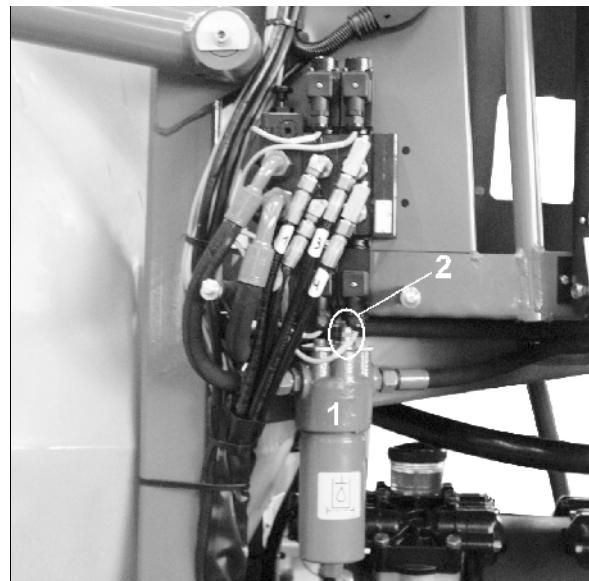

Рис. 23
Масляный фильтр (Рис. 23/1) при помощи своего индикатора загрязнения (Рис. 23/2) контролирует уровень загрязнения гидравлического масла.
- Регулярно контролировать индикатор загрязнения (Рис. 23/2), чтобы обеспечить надлежащее функционирование гидравлической системы и ее компонентов.
- Незамедлительно меняйте масляный фильтр (Рис. 23/1), если вместо зеленого будет видно красное кольцо.
Замена масляного фильтра (Рис. 23/1) должна производиться только тогда, когда гидравлическая система находится в безнапорном состоянии! В противном случае имеется опасность получения травм вследствие выходящего под высоким давлением гидравлического масла.